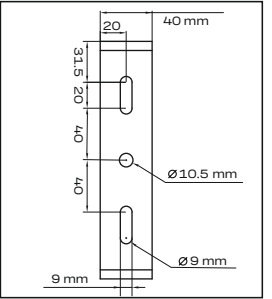
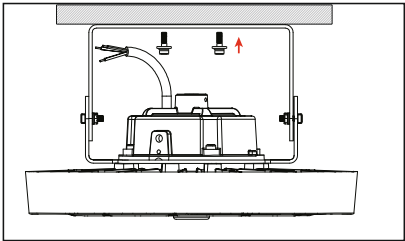

Рис. 1
Рис. 2
- 5.12 Подготовьте отверстия для винтов в потолке в соответствии с указанными размерами монтажного кронштейна типа лира (рис. 1), после чего надежно закрепите кронштейн (рис. 2).